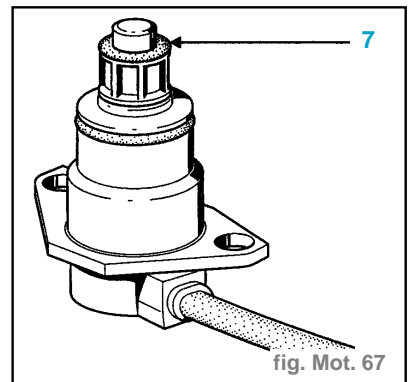

fig. Mot. 67
Attention : Vérifier que le joint torique (7) n'est pas resté collé dans le corps de pompe. (fig. Mot. 67)